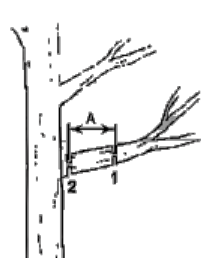

Рисунок 6
- під час спилювання гілок діаметром більше ніж 100 мм, рекомендується спочатку відпилити основну частину гілки (1, рисунок 6), а потім решту частину (2, рисунок 6). Відстань (А) між пропилами (1) і (2) має становити приблизно 250 мм;